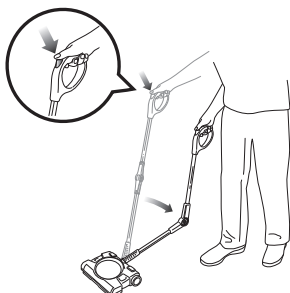
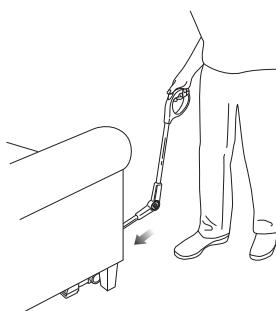

Fig. 5
Fig. 6
- 3 Para limpiar debajo de los muebles use el mango plegable Backsaver^{MR} de Shark[®]. Presione el botón de liberación del mango y haga un poco de presión para doblar el mango hacia delante. (fig. 5) La unión Backsaver^{MR} de Shark[®] se desdoblará y le ayudará a limpiar fácilmente debajo de los muebles. (fig. 6)